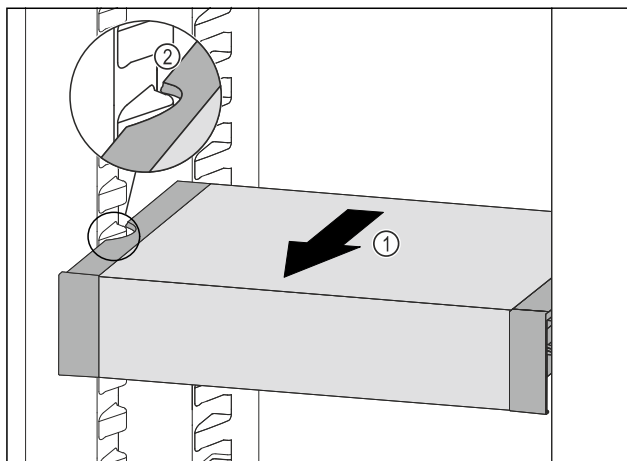

Fig. 115
- VarioSafe dras framåt Fig. 115 (1) tills sidofördjupningarna på VarioSafe är i samma nivå som behållarlisterna i kyldelen. Fig. 115 (2)